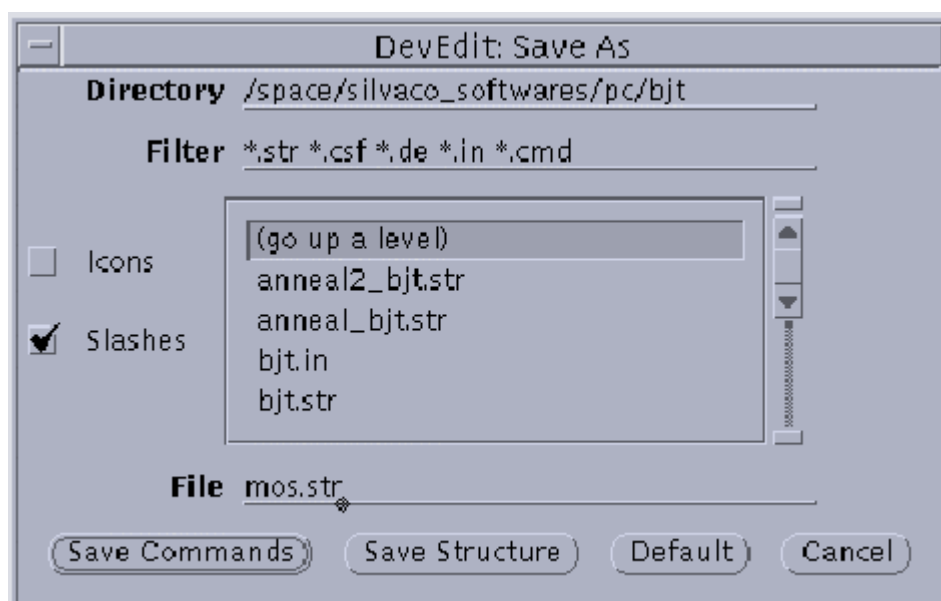

图 6.11 保存 DEVEDIT 结构文件
- 2.定义将保存的文件名为“nmos.str”.如图 6.11 所示.